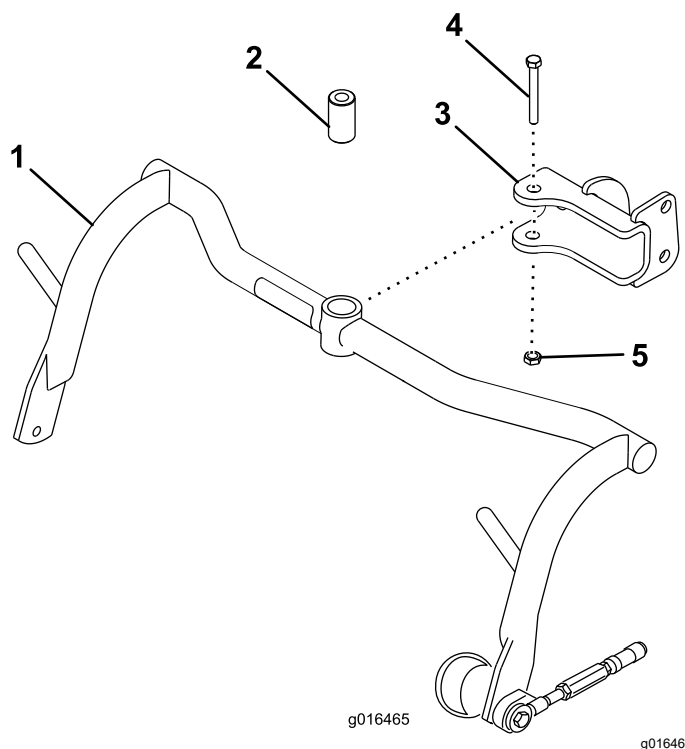

図 5
1. 各クレビスにキャリアフレームを取りつけるスペーサ、ボルト $\frac{1}{2}$ x $3\frac{1}{4}$ "、ロックナット $\frac{1}{2}$ " を使用する 図 5。91-113 N·m (9.3-11.3 kg·m = 67-83 ft·lb) にトルク締めする。